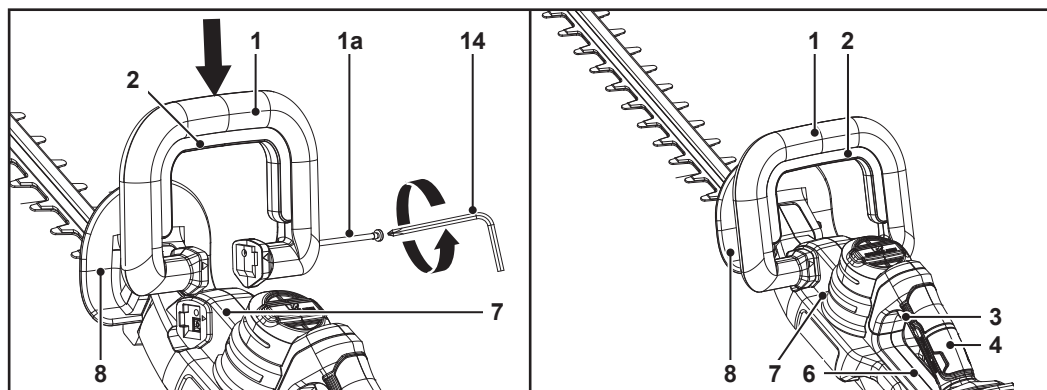

Fig. 1
1. Utiliser la clé mâle / le tournevis cruciforme (14) pour retirer le boulon long (1a) de la poignée avant (1) (Fig. 1).
2. Positionner la poignée avant (1) de manière à ce que les flèches aux extrémités pointent vers les logements sur le carter (7) (Fig. 1).
3. Faire glisser la poignée avant (1) dans les logements sur le carter (7) jusqu'à ce qu'elle soit bien positionnée (Fig. 1).
4. Fixer la poignée avant (1) avec le boulon long (1a) et la clé mâle/le tournevis cruciforme (14) (Fig. 1).
Protection avant (8), protection arrière (6) : ces protections protègent les mains de l'utilisateur contre les projections, les rebonds et les parties tranchantes des branches coupées (Fig. 1).